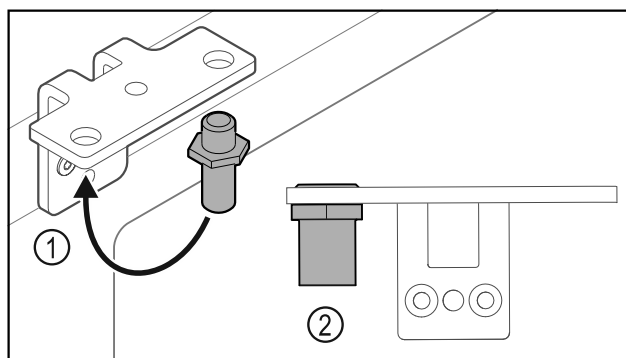

Fig. 37
- Ktheni bulonin Fig. 37 (1) në profilin e menteshës në anën tjetër.
- Shtrengoni bulonin Fig. 37 (2) me **momentin e rrotullimit prej 12 Nm.**